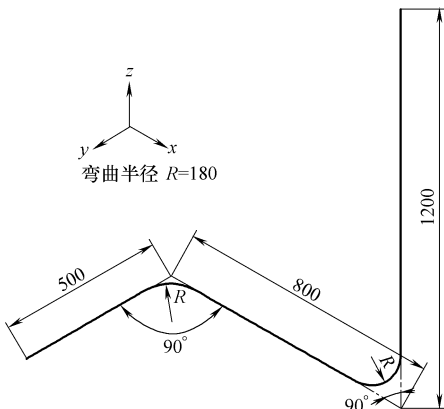

图 1-3
12. 用 $\phi 60\text{mm} \times 3\text{mm}$ 无缝管弯制的管路如图 1-3 所示，求所需管材的长度和质量 ($\phi 60\text{mm} \times 3\text{mm}$ 无缝管的单位长度质量为 4.22kg/m)。